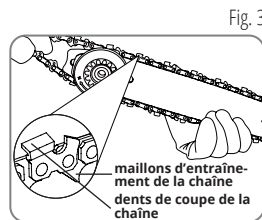

Fig. 3
3. Placez les maillons d'entraînement de la chaîne dans la rainure du guide (fig. 3).
4. Orientez les dents de coupe dans le sens de fonctionnement de la chaîne (fig. 3).